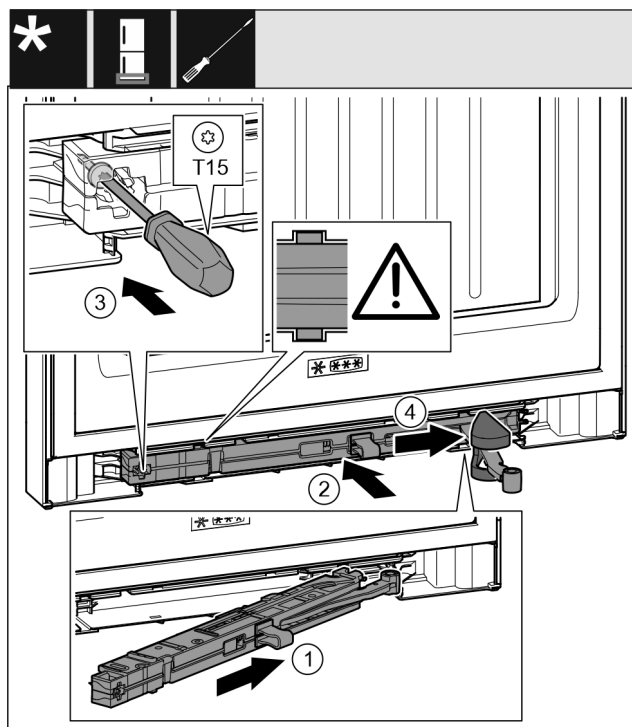

Fig. 48
- Jednotku tlumiče zavírání Fig. 48 (1) na straně stojanu ložiska zasuněte až na doraz šikmo do vybrání.
- Jednotku tlumiče zavírání Fig. 48 (2) zcela zasuněte do výklenku.
- Šroubovákem šroub Fig. 48 (3) pevně utáhněte.
- Posuňte kryt Fig. 48 (4) přes kloub.